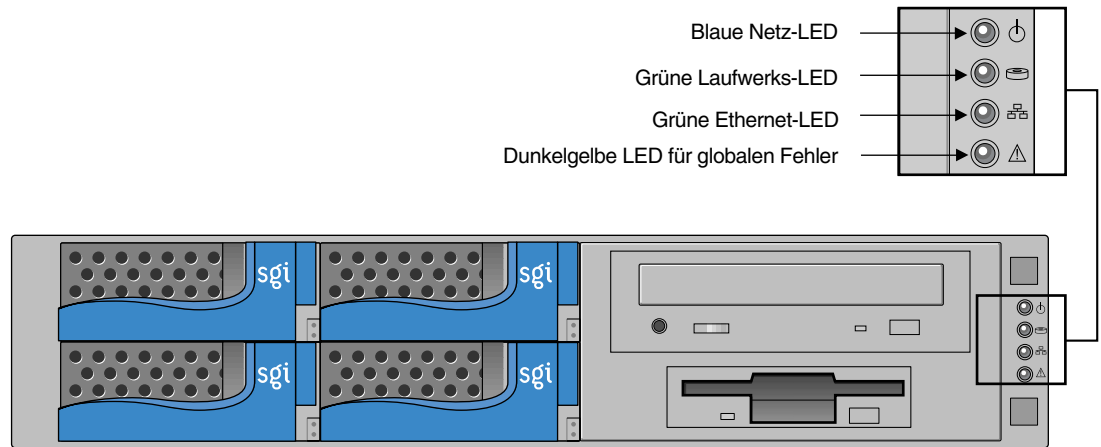

Abbildung 1 SGI 1200-Vorderansicht ohne Abdeckung
3. Entfernen Sie den Laufwerksschutz (wenn vorhanden) aus dem Diskettenlaufwerk. Abbildung 1 zeigt die Position der Laufwerke auf der Vorderseite des Servers (die Kunststoffabdeckung wurde entfernt).
Vergewissern Sie sich, dass die Netz-LED (dargestellt in Abbildung 1 auf Seite 15) auf dem vorderen Panel leuchtet. Eine vollständige Beschreibung dieser LEDs finden Sie im *Benutzerhandbuch* des Servers.